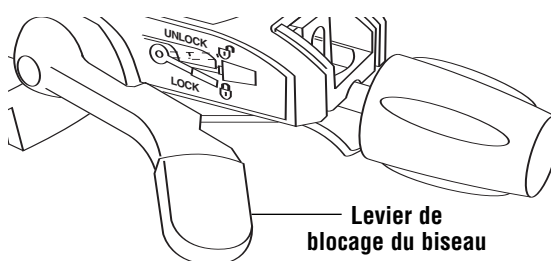

Figure 30.
2. Soulevez le levier de blocage du biseau à hauteur de la table avec la main gauche (Figure 30).